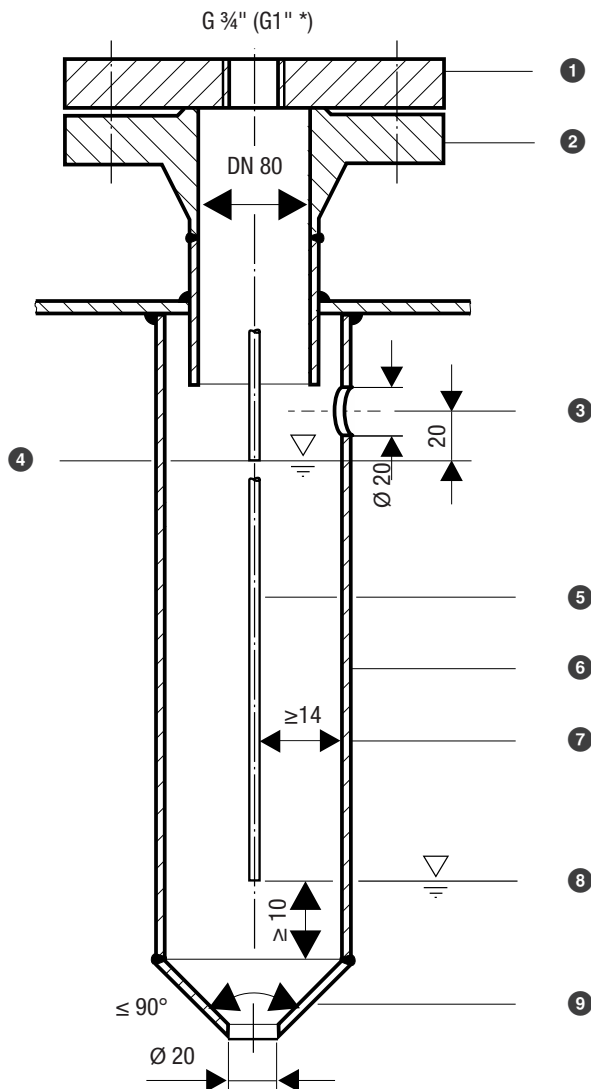

Fig. 17
- Respectez les dégagements minimaux lors du montage de l'électrode de niveau, voir les exemples de montage Fig. 17 à Fig. 19.
Exemple de montage avec cotes, voir Fig. 17, page 33
Légende Fig. 17 à Fig. 19
- ❶ Fig. 17 : Bride (PN 40, 63, 160, 320) DIN EN 1029-01
- ❷ Tubulure de raccordement
- ❸ Orifice d'équilibrage (placer l'orifice aussi près que possible de la paroi de la chaudière !)
- ❹ Niveau d'eau haut (NH)
- ❺ Tige d'électrode, $d = 8 \text{ mm}$
- ❻ Fig. 17 (électrode unique) : Tube de protection DN 80
- ❼ Écartement des électrodes $\geq 14 \text{ mm}$ (distances d'isolation)
- ❽ Niveau d'eau bas (NB)
- ❾ Fig. 17 (électrode unique) : Pièce de réduction DIN 2616-2